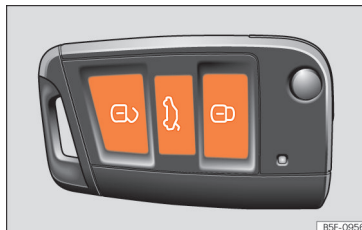

Abb. 52 Funkschlüssel: Tasten
- Verriegeln: Drücken Sie die Taste  **>>> (Abb. 52).**